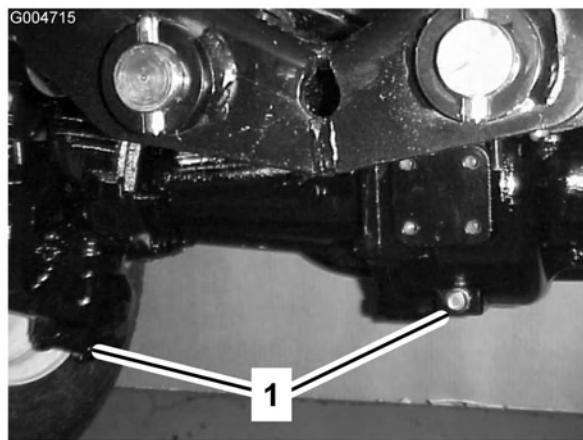

Figura 58
2. Pulite attorno ai tre tappi di spurgo, uno per lato ed uno in centro (Figura 58).